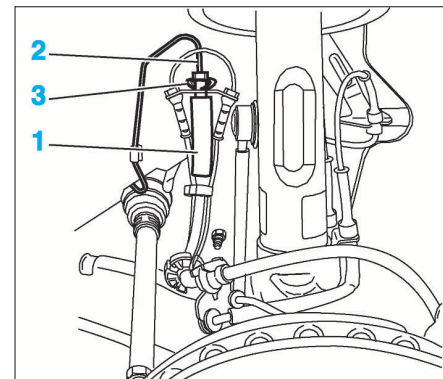

FIG. 5
- Débrancher le flexible (1) de la canalisation rigide de frein (2). Récupérer le cavalier (3) (Fig.5).